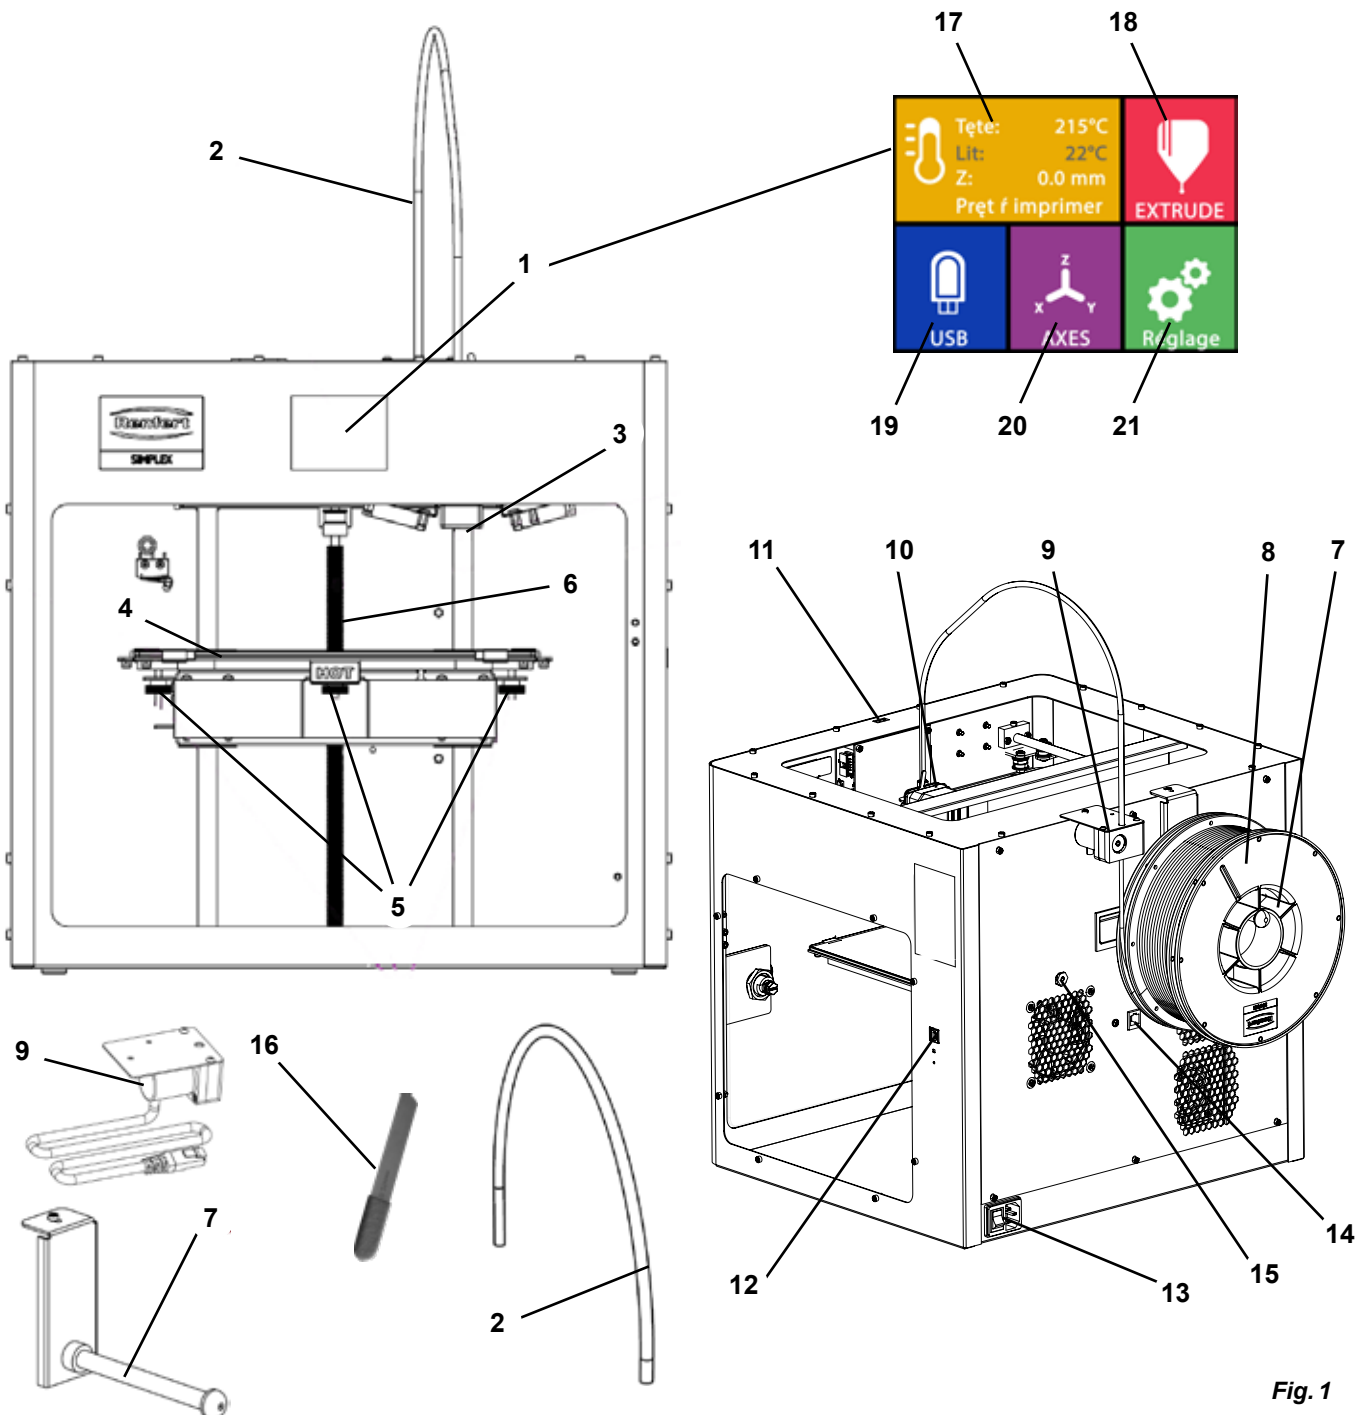

Fig. 1
- ⇒ Mettez l'appareil en marche au moyen de l'interrupteur Marche/Arrêt (13, Fig. 1) à l'arrière de l'appareil.